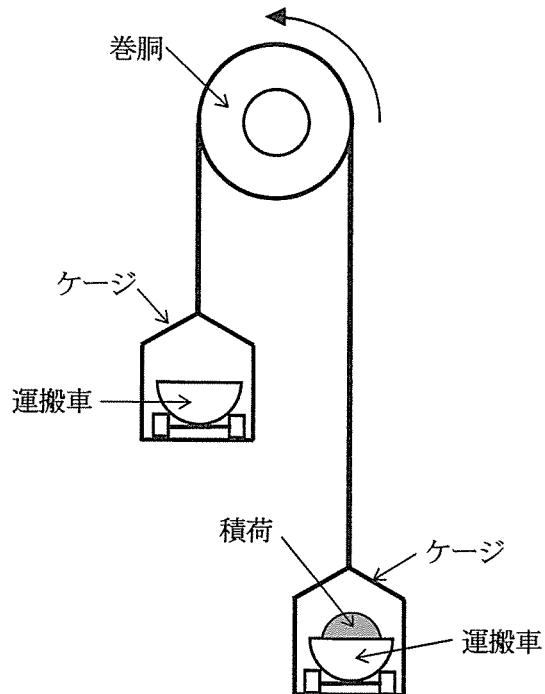

図2 つるべ式平衡ケージ巻上機
(2) 図2は、つるべ式平衡ケージ巻上機を表しており、巻洞には電動機が直結されている。ケージの質量は左右それぞれ800kg、運搬車の質量は左右それぞれ400kgであり、右側の運搬車のみ600kgの積荷を搭載している。巻洞の半径は0.5mであり、ケージを吊すロープと巻洞は滑ることなく接触している。